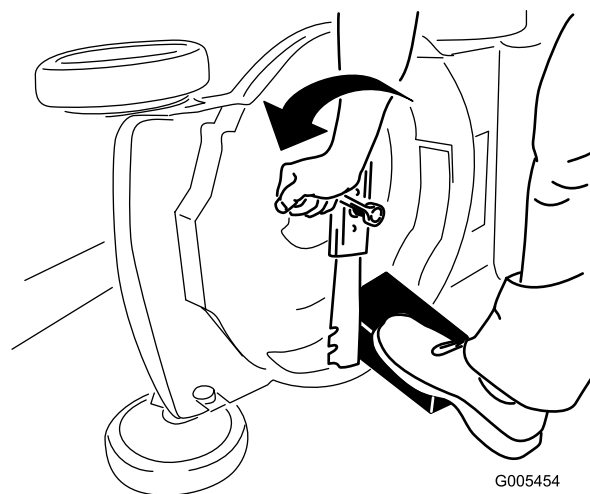

Figura 34
4. Togliete la lama e conservate la bulloneria di montaggio (Figura 34).
3. Usate un blocco di legno per tenere ferma la lama (Figura 34).